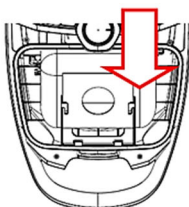

Fig 11
2. **Vendosja e qeses së pluhurit:** Vendosni qesen e pluhurit në mbajtësen e qeses dhe më pas vendoseni në hapsirën e dedikuar. (Fig 11)